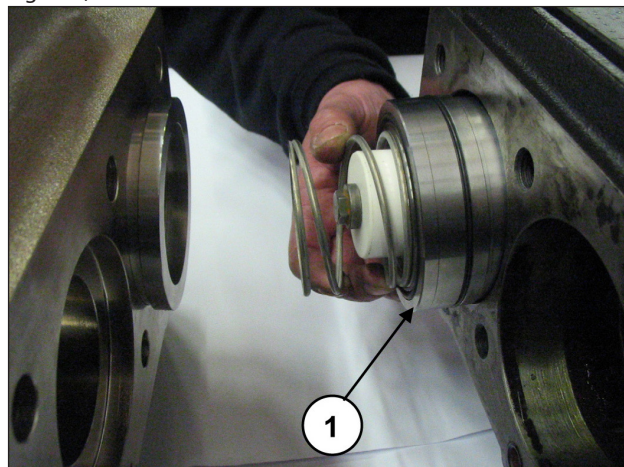

Fig. 154
Ruotando l'albero, fare avanzare il guida pistone in modo che il tampone, avanzando a sua volta, possa espellere il supporto guarnizioni, la molla e tutto il gruppo pistone (pos. ①, Fig. 154).